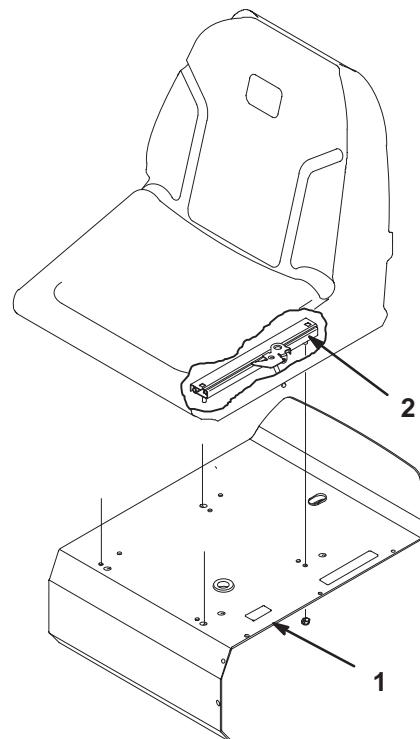

Figure 3
3. Fixez les glissières au socle du siège avec 4 contre-écrous (5/16 pouce) fournis avec les pièces séparées (Fig. 3) .